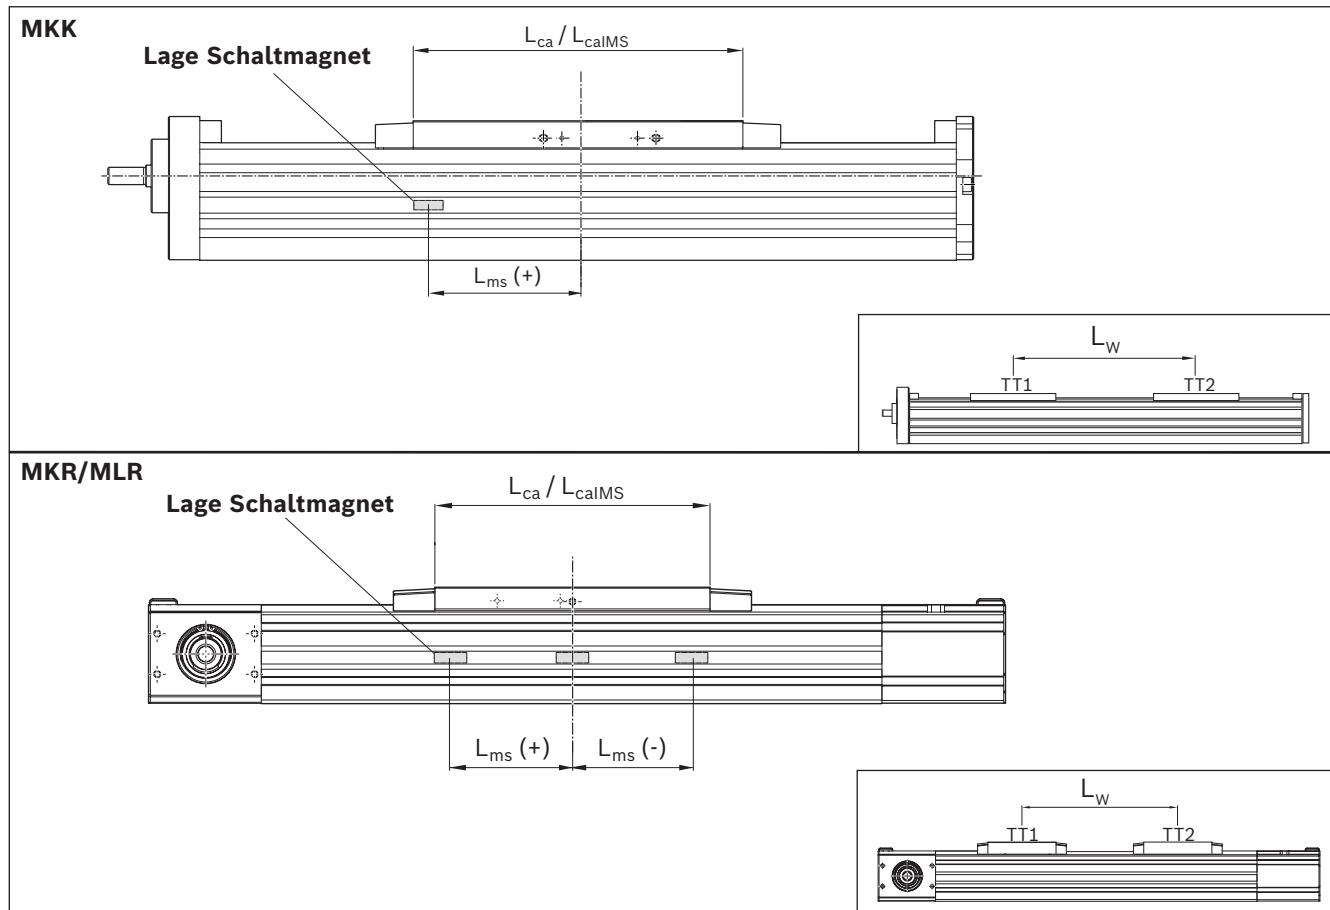

Fig. 22: Lage Schaltmagnet für Magnetischer Sensor
- Der Schaltgeber (beidseitig) ist ein Magnet der im Tischteil integriert ist (kein Schaltwinkel nötig). Bei Ausführung mit zwei Tischteilen ist der Schaltmagnet immer im Tischteil TT1. Die Schaltpositionen können über den Hub frei eingestellt werden. Bei Linearmodule MKR ist der Magnet in + oder - Richtung oder mittig im Tischteil integriert (je nach Größe siehe Tabelle 6 und Fig. 22).